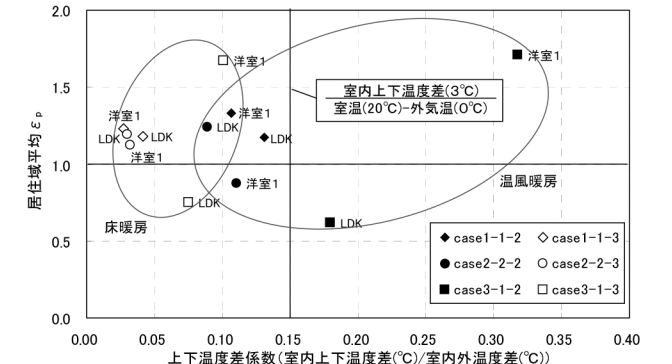

図2 上下温度差係数と居住域平均ε_pの関係
3.1 温熱環境と居住域平均局所空気交換効率(ε_p)*3の関係: 図2にLDKと洋室1の上下温度差係数*4と居住域平均ε_pの関係を示す。床暖房時は上下温度差係数が小さく、良好な温熱環境である。温風暖房時も第3種機械換気以外は上下温度係数が0.15以下となる。居住域平均ε_pはどの換気方式でも空調方式による差は見られない。